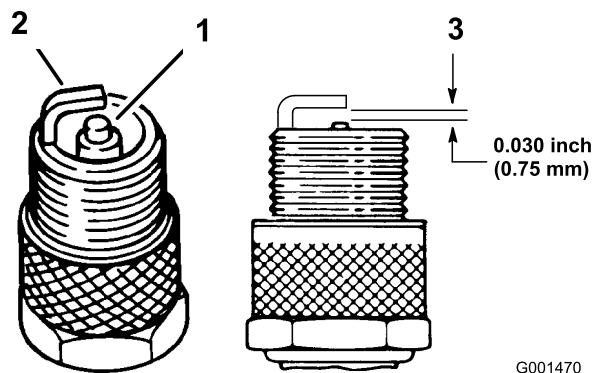

Figure 30
1. Examinez le centre des bougies (Figure 30). Si le bec de l'isolateur est recouvert d'un léger dépôt gris ou brun, le moteur fonctionne correctement. S'il est couvert d'un dépôt noir, c'est généralement signe que le filtre à air est encrassé.
3. Contrôlez l'écartement entre l'électrode centrale et l'électrode latérale (Figure 30). Courbez l'électrode latérale (Figure 30) si l'écartement est incorrect.
3. Connectez les bougies (Figure 30).